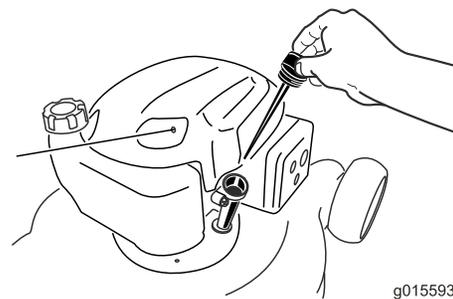

Figura 15
2. Retire la varilla, límpiela, y colóquela en el tubo de llenado justo hasta que haga tope, **sin enrosarla** (Figura 15).